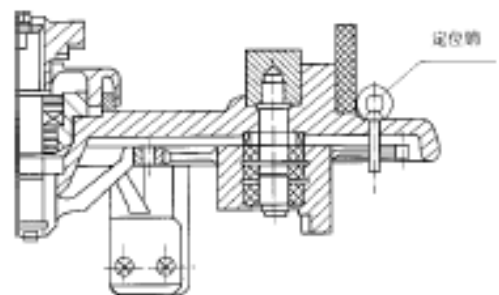

Figura 21 - Trava de Segurança da Posição de Montagem da Chave Comutadora
4.1.3.9- Verificar a posição correta da cabeça do CSC (posição de trabalho). Fixar a mesma mediante flanges com prisioneiros instalados para tal fim. Finalmente, retire a trave pintada de roxo que se encontra na engrenagem situada na parte inferior do recipiente cilíndrico do óleo da chave comutadora. (figura 21)
f. Retirar a tranca de segurança pintada de roxo, situada na engrenagem de fundo do recipiente cilíndrico do óleo. (veja Figura 21). Para garantir uma boa instalação do CSC na tampa do transformador tipo tanque campânula, devemos realizar a instalação prévia conforme os seguintes passos: